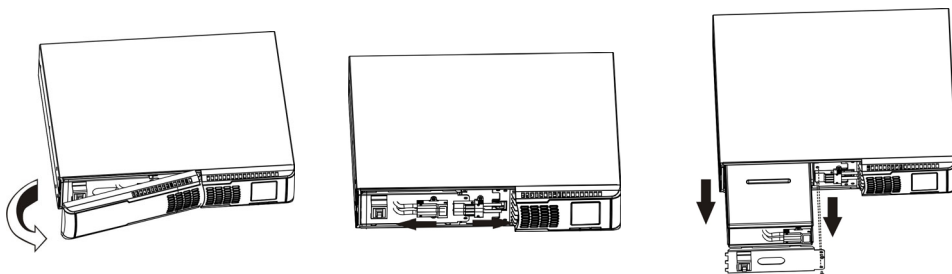

Рисунок 18 – Последовательность извлечения контейнера с батареями из корпуса ИБП
- потянуть на себя за левую сторону и снять левую часть передней панели ИБП (рисунок 18);